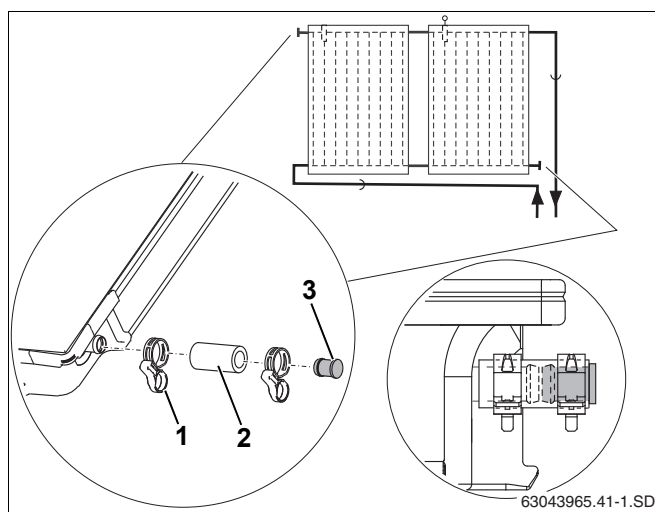

Рис. 21 Установка заглушек и пружинных хомутов
- ▶ Наденьте шланги 55 мм (рис. 21, поз. 2) с предварительно установленными на них заглушками на оба свободных штуцера поля коллекторов.